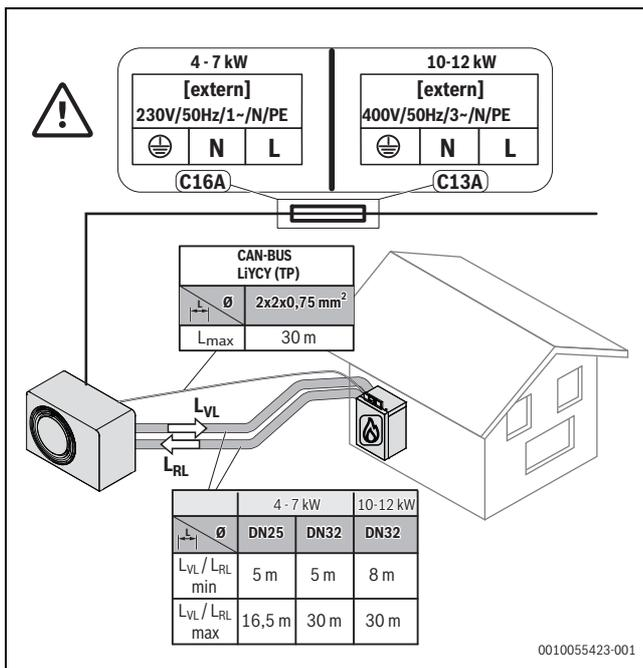

Bild 47 Rohrlänge und -abmessungen
- ▶ Abmessungen der Rohre entsprechend den Anweisungen in Bild 47 prüfen.
Wenn der Mindestabstand zwischen Heizgerät und Außeneinheit kürzer ist als die festgelegte Rohrlänge (→ Bild 47 "Rohrlänge und -abmessungen"), verfügt das Produkt möglicherweise nicht über genügend Energie für die Abtauung.